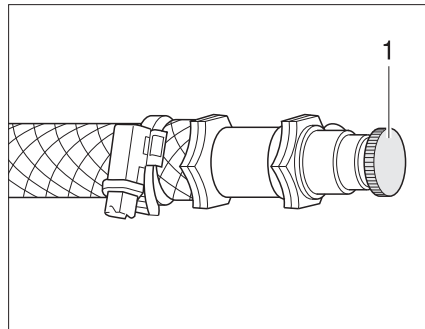

Bild 163 Avluftningsventil varmvatten-värmesystem
- Öppna avluftningsventilen (Bild 163,1) och låt den vara öppen så länge det kommer ut luft.